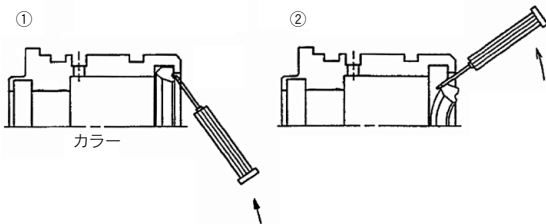

図4 クッションパッキン取り外し方
④クッションパッキン(エアクッション付のみ)
- 図4のようにクッションパッキンをカラーの後側からとヘッドカバーからそれぞれ1つつづ精密ドライバーなどを差し込み抜き取ります。この時のパッキン溝に傷を付けないように注意してください。